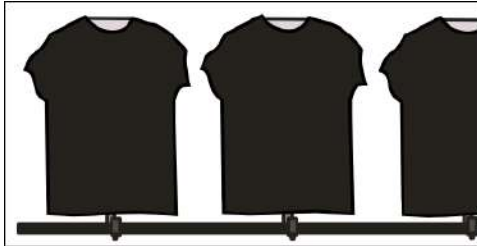

Imagen 331\_08
**9-** Colocar las demas poleras en las paletas (Imagen 331\_08)